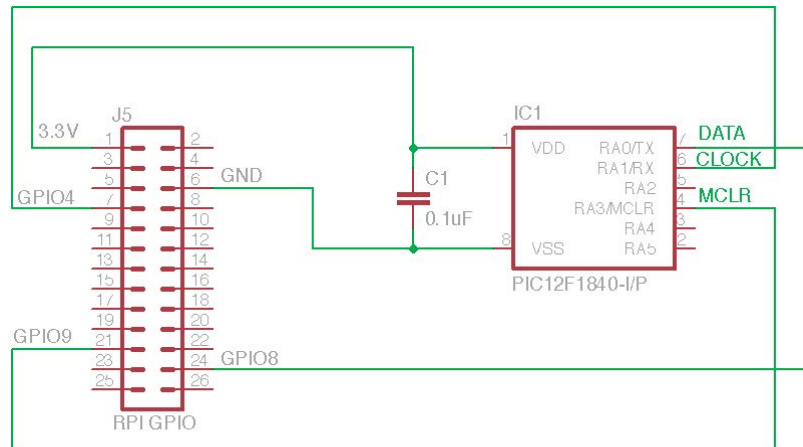

Figure 1. Schéma pour brûler la puce PIC avec le Raspberry Pi.
- Insérer la puce PIC12F1840 au montage du protoboard et brancher les fils selon le schéma de la figure 1.